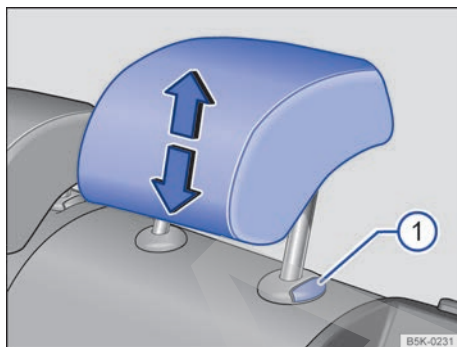
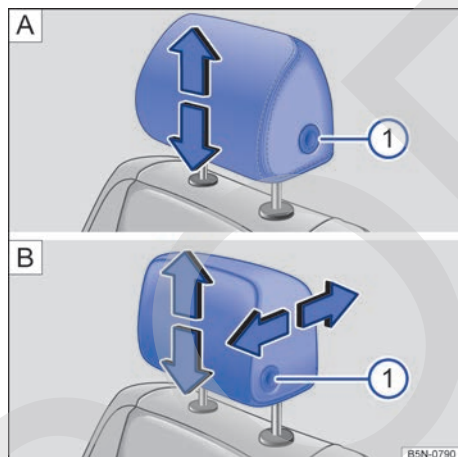

Fig. 110 Ajuste de los apoyacabezas traseros.
Fig. 109 Ajuste de los apoyacabezas delanteros: **A** Sin posibilidad de ajuste longitudinal. **B** Con posibilidad de ajuste longitudinal.
- Desplace el apoyacabezas en el sentido de una de las flechas verticales: o bien hacia arriba, o bien hacia abajo a la vez que presiona la tecla → fig. 109 ① o → fig. 110 ① → ⚠ en *Introducción al tema* de la pág. 130.
- Desplace el apoyacabezas en el sentido de una de las flechas horizontales: o bien hacia delante, o bien hacia atrás a la vez que presiona la tecla → fig. 109 **B** ①.